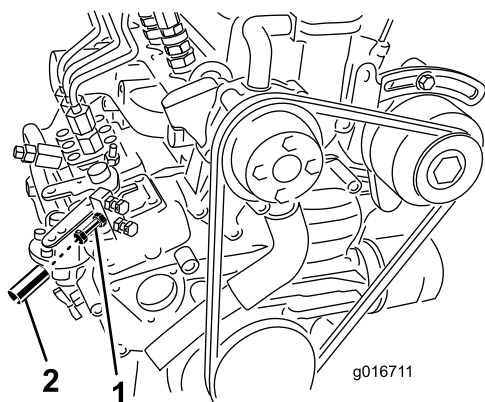

Figura 4
3. Usando un taquímetro y el tornillo de ajuste del acelerador situado en el motor (Figura 4), ajuste la velocidad del motor a 3.200 rpm como máximo, y apriete la contratuerca del tornillo de ajuste.
5. Coloque un tubo de aluminio sobre el tornillo de ajuste del acelerador y la contratuerca (Figura 4), y prénselo sobre el tornillo para impedir que se vuelva a ajustar el tornillo.